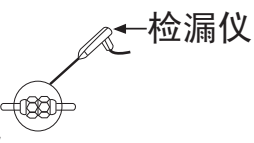

图30
- 3 在接口处用检漏仪或者肥皂水来检查是否有泄漏。（如图30）
- 4 用 ⑪ 塑料绝缘带把铜管和连接电缆包起来。